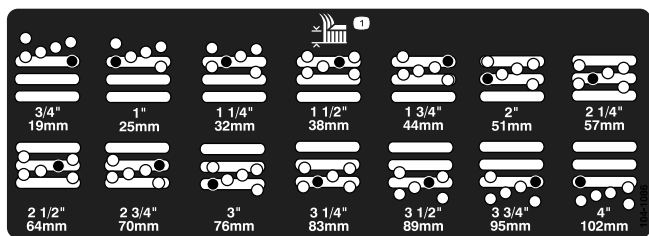

Figure 13
4. Tout en supportant la chambre, déposez l'entretoise (Figure 13).
5. Placez la chambre à la hauteur de coupe voulue et mettez l'entretoise dans le trou et la fente correspondant à la hauteur de coupe désignée (Figure 13).